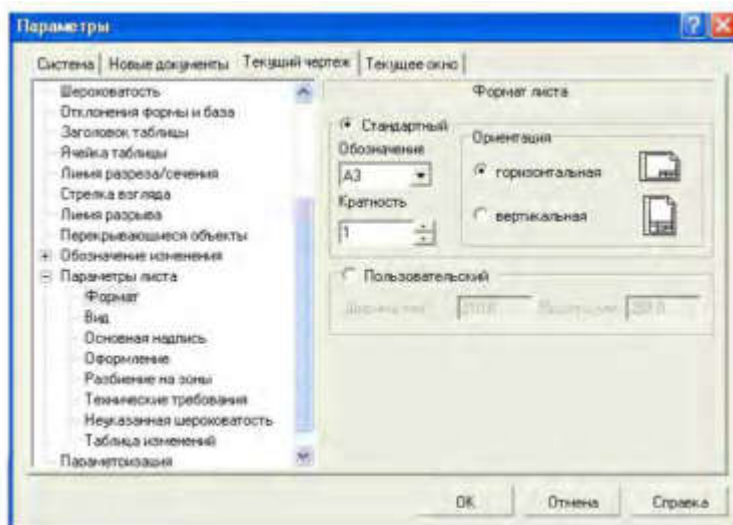

Рисунок 1.13 - Диалоговое окно **Параметры**
2) в появившемся диалоговом окне «**Параметры**» выбрать строку **Параметры листа**, а затем строку **Формат** (рис. 1.13);